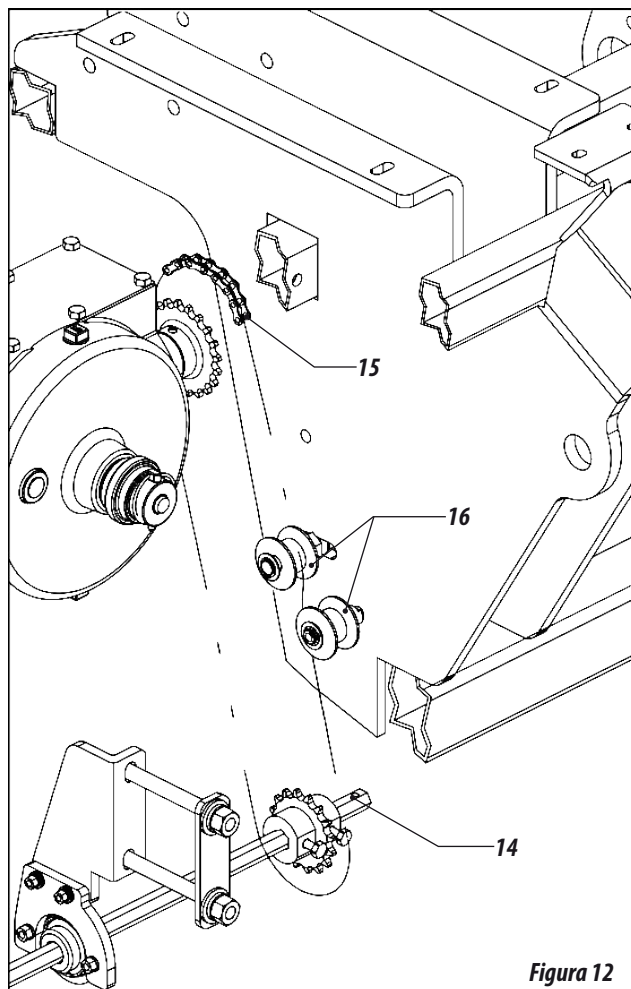

Figura 12
- 10 - Se houver a necessidade da retirada do eixo da semente (14), tensione a corrente de transmissão (15) através do esticadores (16). **Figura 12.**